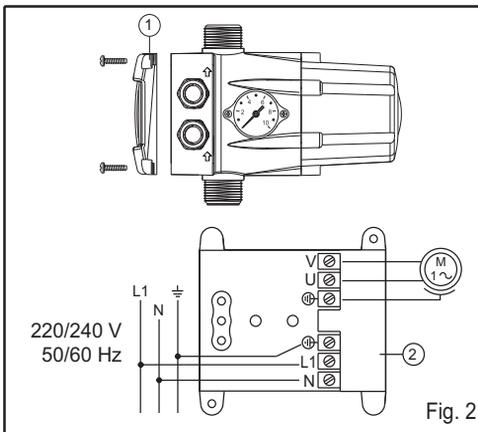

Fig. 2
COLLEGAMENTO ELETTRICO (fig.2)
- d) Il collegamento elettrico non è corretto: verificare con le istruzioni della fig.2.